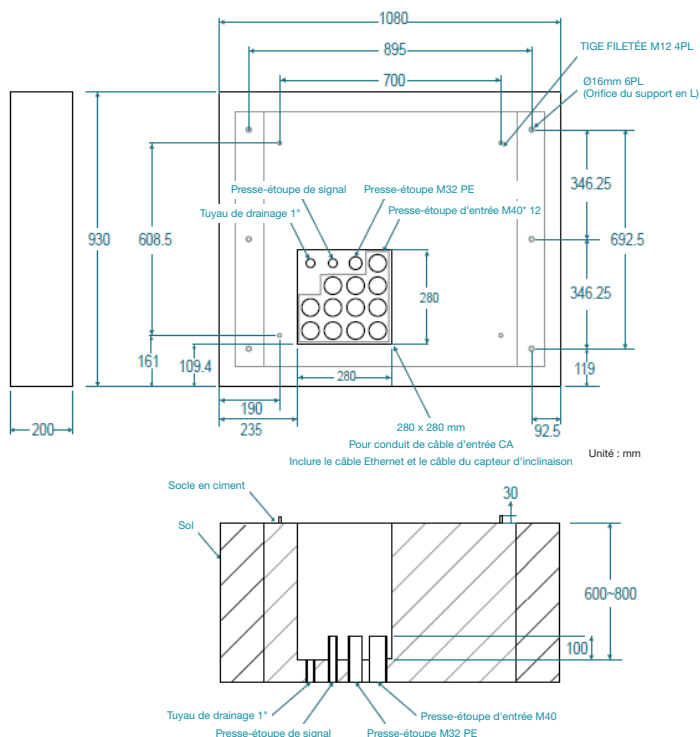

Figure 3-3. Dimensions d'installation
3) Méthode de fixation 1 : Installer quatre tiges filetées M12 d'une longueur de 4 cm (1,57 po), conformément aux figures 3-3 et 3-4. Les tiges filetées doivent être installées en respectant les tolérances suivantes par rapport aux trous de vis sur l'EVSE :
Il est recommandé de créer ou d'utiliser une plaque métallique servant de gabarit de perçage, conformément aux figures 3-3 et 3-4, afin de garantir le positionnement correct des tiges filetées et des trous.